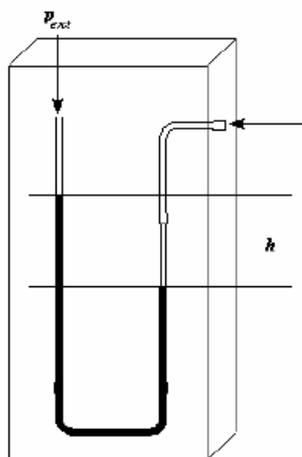

Figura 3. Manômetro diferencial aberto.
- iv. Gentilmente, empurre o êmbolo para dentro da seringa até completar a variação de 5,0 mL (V). Anote o valor da leitura, feita na seringa, na tabela I.
- iv. Faça a leitura do desnivelamento, h , do líquido nas pipetas, conforme mostra a Figura 3. Anote este valor na tabela correspondente ao valor da leitura feita na seringa.